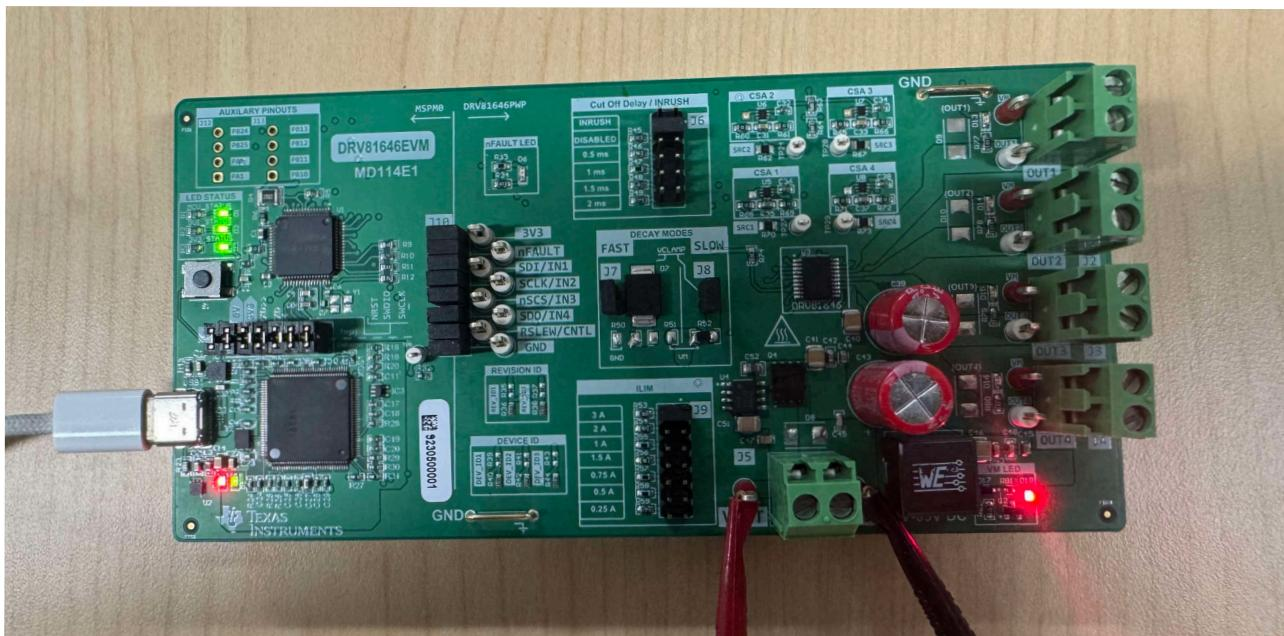

図 2-6. ハードウェア設定
- 電源をオンにします。LED D18 (VM) が点灯します。設定画像は、図 2-6 を参照してください。この評価基板は、間違った電源接続による損傷を防止するための、逆極性保護機能を搭載しています。LED D18 インジケータが点灯しない場合は、電源の極性接続が正しく構成されていることを確認してください。
- これでセットアップが完了です。設定画像は、図 2-6 を参照してください。